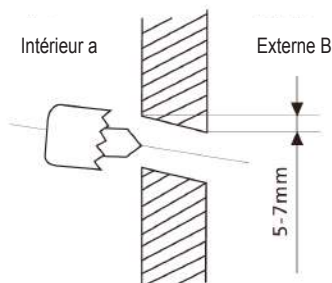

fig. 11 -
5. Faites un trou de $\varnothing 65$ mm (ou $\varnothing 90$ mm selon le modèle) sur le mur ("fig. 11 -"1), en descendant légèrement vers l'extérieur, en commençant à percer un côté du mur (A) et en finissant du côté opposé (B) pour éviter une rupture anormale du mur lui-même.